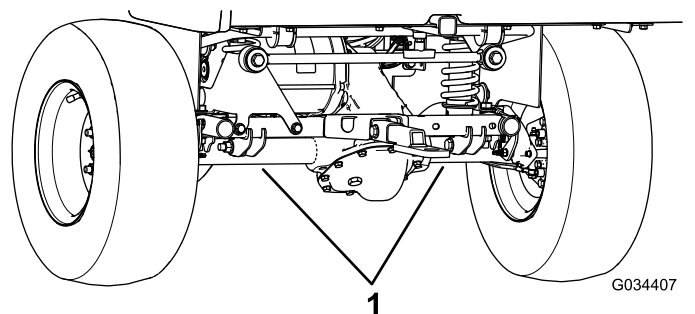

図 25
- 車体後部のジャッキアップポイントはアクスルチューブの下側です 図 25。